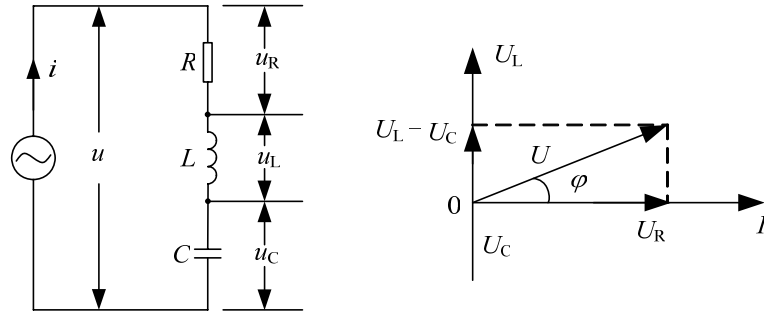

图4 RLC 串联电路
(1) 如图4所示的是 RLC 串联电路. RLC 串联电路的阻抗和相位差可通过矢量图的方法计算, 因为通过各元件的电流是共同的. 取电流矢量 I 为水平基准, 又由于各分电压与电流的相位差为